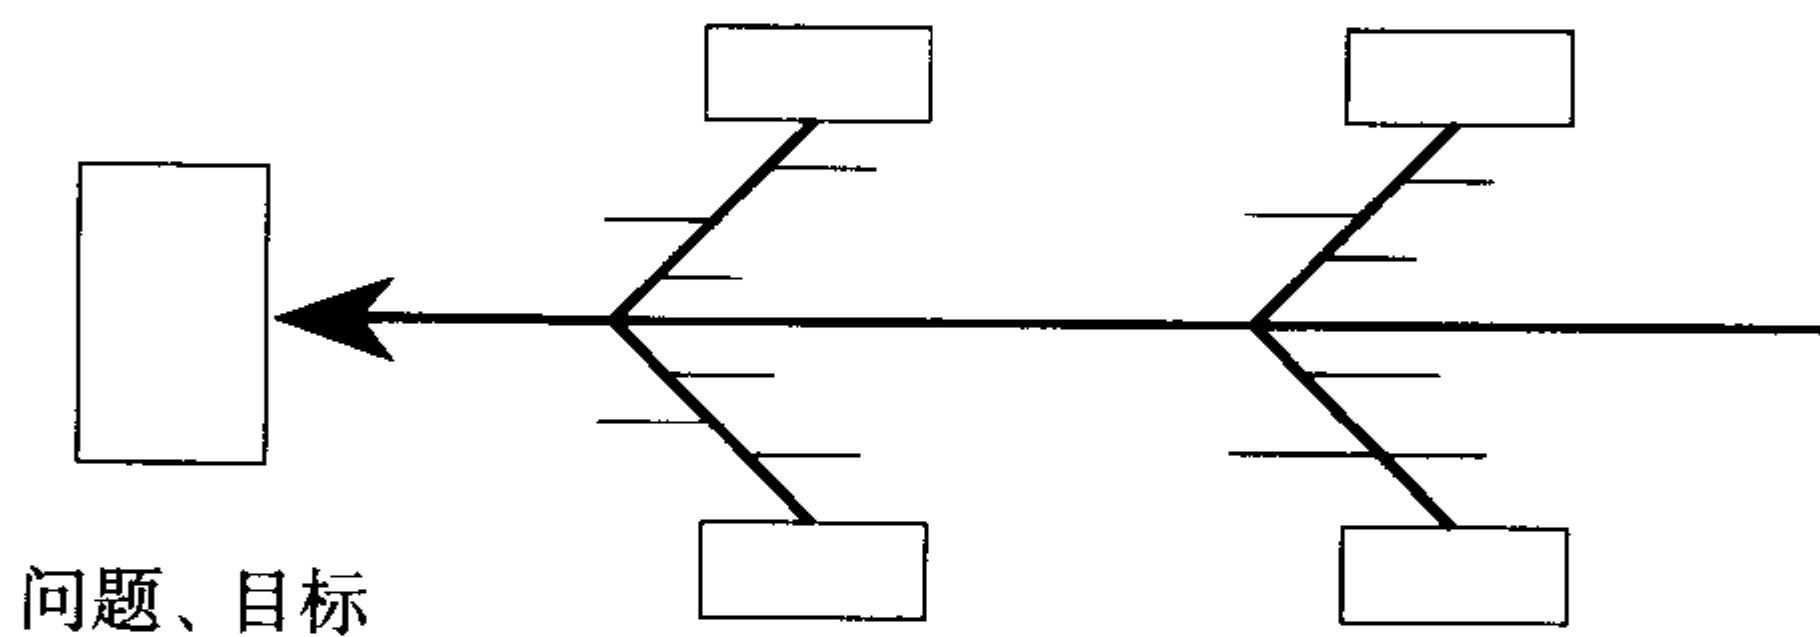

图 7-8
(2) 对策型：此类型是将鱼骨图反转成鱼头向左的图形，目的在于追寻问题点应该如何防止，目标结果应如何达成的对策，故以因果图表示期望效果与对策的关系。如图 7-8 所示：